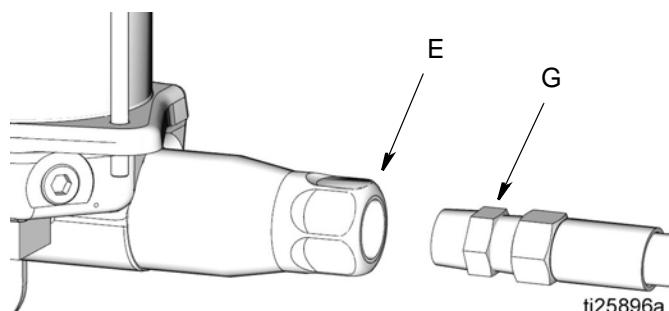

图 6
6. 将泵出口 ( E ) 与润滑剂管路 ( G ) 连接 ( 图 6 )。